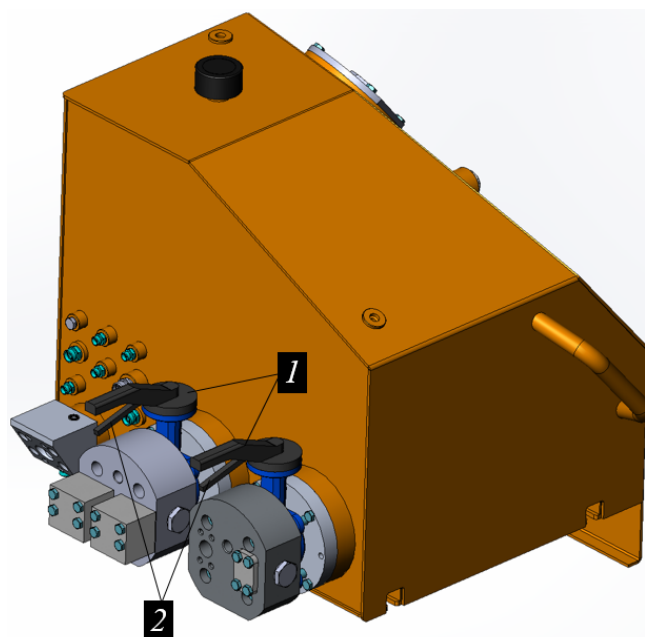

Рисунок 5.59. Процедура перекрытия дискового затвора
- Перекрыть дисковый затвор 1 на линии всасывания, см. рис. 5.59.
Дисковый затвор (кран) размещен между распределительной плитой и фланцем. Для закрытия необходимо нажать и, удерживая фиксатор 2 в нажатом положении, повернуть рукоятку крана 1 на 90 градусов, рис. 5.59. Открывать дисковый затвор (кран) аналогичным способом.
- Открыть краны на линии всасывания см. рис. 5.59.